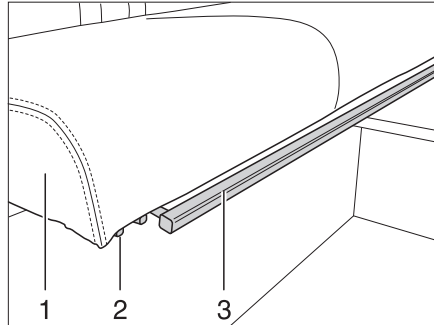

Fig. 16 Inclinaison du dossier de la banquette
- Tirer ou pousser l'étrier (Fig. 16,1) situé sous la surface de siège (Fig. 16,3) vers le haut et le maintenir dans cette position.
- Tirer avec précaution la surface de siège sur les rails (Fig. 16,2) jusqu'à la position souhaitée ou jusqu'à la butée.